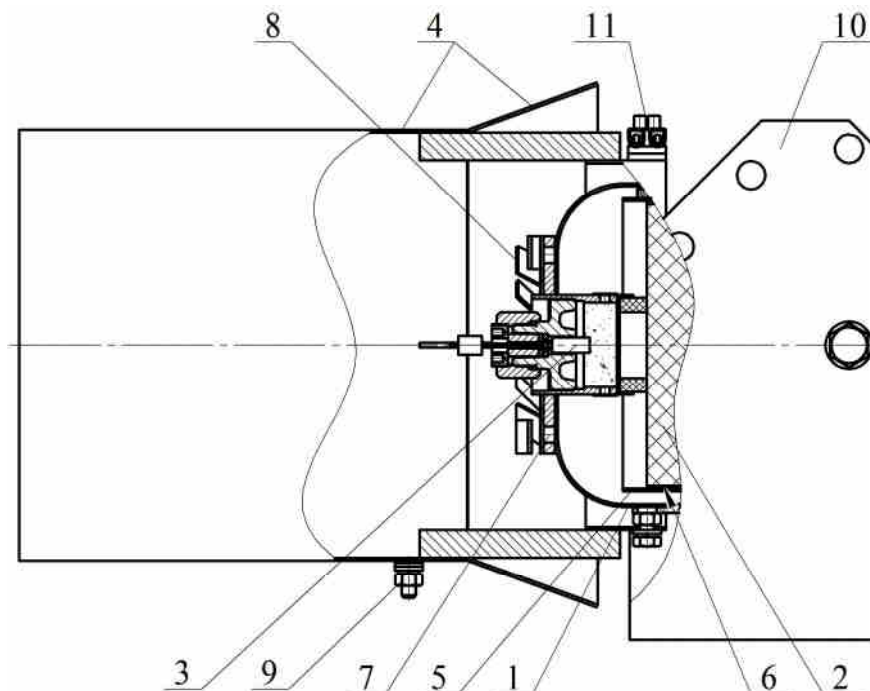
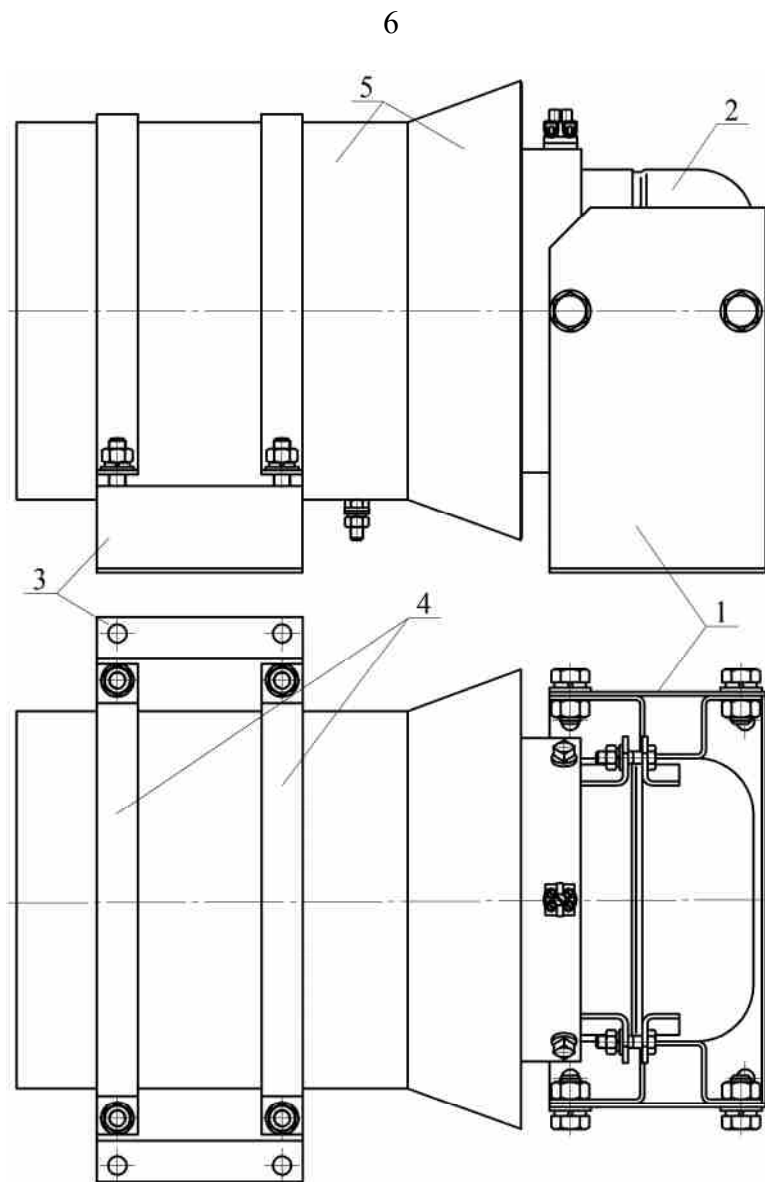

Рисунок 1
Рисунок 2
4.1.1 ГОА (см. рисунок 1) состоит из корпуса 1, в котором размещены аэрозолеобразующий заряд 2 с элементом электропусковым 3, и эжектора 4.
4.2.1 ГОА 1 (см. рисунок 2) конструктивно практически не отличается от генератора по рисунку 1 за исключением кронштейнов для его крепления к несущей поверхности. ГОА снабжен кронштейном 1, предназначенным для крепления корпуса 2, и кронштейном 3, к которому при помощи 2-х хомутов 4 поджат эжектор 5. Для компенсации воздействия вибрации на корпус и эжектор генератора контактная с несущей поверхностью, предназначенной для крепления ГОА, нижняя плоскость опоры кронштейна 1 и контактные с эжектором поверхности кронштейна 3 и хомутов 4 оснащены резиновыми прокладками.
4.4.1 После подачи электрического импульса на выводы элемента электропускового **3** (см. рисунок 1) инициируется аэрозолеобразующий заряд **2**. Огнетушащий аэрозоль через сопловые отверстия **7** и эжектор **4** поступает в зону горения, в которой благодаря очень малому размеру частиц длительное время находится во взвешенном состоянии, сохраняя свою огнетушащую и флегматизирующую способность.
6.2 Закрепить кронштейн **10** (см. рисунок 1) или кронштейны **1**, **3** (см. рисунок 2) на стене, потолке, полу или иной несущей плоскости, расположенной под любым углом относительно поверхности пола. Координаты отверстий для крепления ГОА, предназначенного для эксплуатации на стационарных объектах, показаны на рисунке 3, для крепления ГОА, предназначенного для эксплуатации на транспортных средствах – на рисунке 4.
6.3 Соединить корпус ГОА **1** (см. рисунок 1) с эжектором **4** и закрепить соединение болтами М6.
6.4 ГОА, предназначенный для эксплуатации на стационарных объектах, выставить в кронштейне **10** (см. рисунок 1) под заданным углом, определенным направлением оси эжектора к защищаемому объекту, и закрепить соединение болтами М10. ГОА, предназначенный для эксплуатации на транспортных средствах, установить в кронштейн **1** (см. рисунок 2) и закрепить соединение болтами М10, в кронштейне **3** при помощи хомутов **4** дополнительно закрепить эжектор. Ориентация ГОА в защищаемом объеме может быть любой.